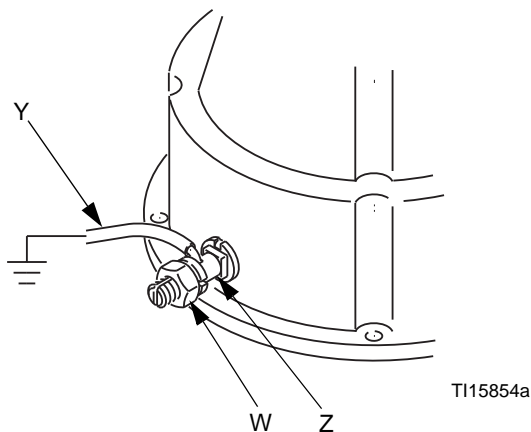

FIG. 1. Maadoitusjohto
Pumppu: käytä maajohtoa ja puristinta. Katso FIG. 1. Irrota maadoituskorvakkeen (Z) lukitusmutteri (W). Työnnä johdon (Y) toinen pää korvakkeeseen ja kiristä lukkomutteri tiukalle. Liitä maadoituspinne sähköiseen maahan. Tilaa osanro 237569, maadoitusjohto ja pinne.